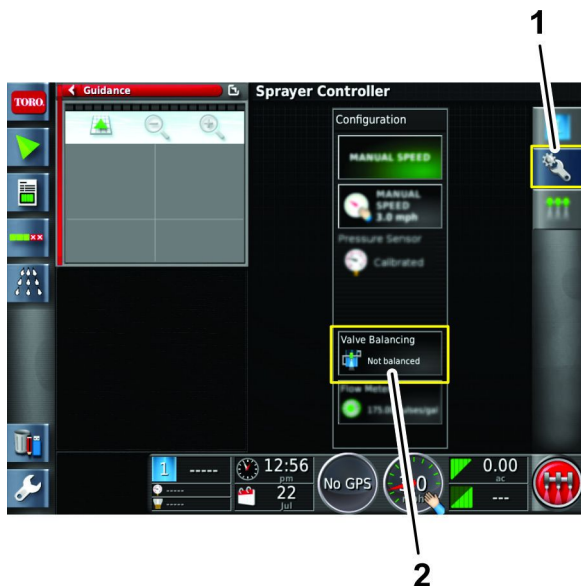

Bild 133
7. Tippen Sie auf das Konfiguration-Symbol und tippen Sie dann auf das Symbol für den Assistenten Ventilausgleich (Bild 133).